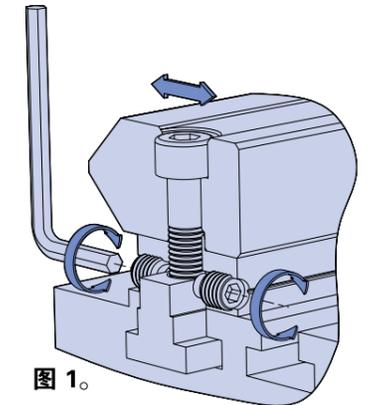

图 1。
- HLN 支承板将为需要顶起螺丝校直装置的客户, 提供螺孔和 M8 专用紧定螺钉 (符合 ISO 4028)。孔配置 "B" 指示顶起螺丝位置与固定孔位置相对应, 与构造梁配合使用时必须使用此配置 (见图 1)。孔配置 "B" 指示顶起螺丝位置与固定孔位置之间的中点相对应, 且通常用于客户提供了自身的中央金属键节段或使用 Hepco 校直定位销 USDPA 时 (如图 2 所示)。